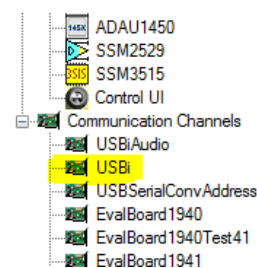

Abbildung 2
- Wählen Sie links unten unter „Communication Channels“ das USBi aus (Abbildung 1) und ziehen Sie es per Drag&Drop auf die rechte Arbeitsfläche (Abbildung 2).